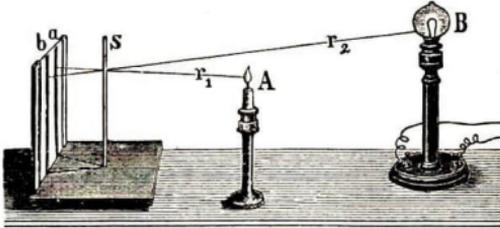

Abb. 218
6. **Lichtstärken mißt man mit den Photometern.** Das einfachste ist das **Schattenphotometer** (Abb. 218). Dabei beleuchtet man ein Stäbchen
Beispiel: Es sei in Abb. 218 B eine 5kerzige Glühlampe (ihr Abstand vom Schirm, 0,9 m), A eine Kerzenflamme (ihr Abstand vom Schirm, 0,4 m). Sind die Schatten a und b dann gleich hell, so folgt: